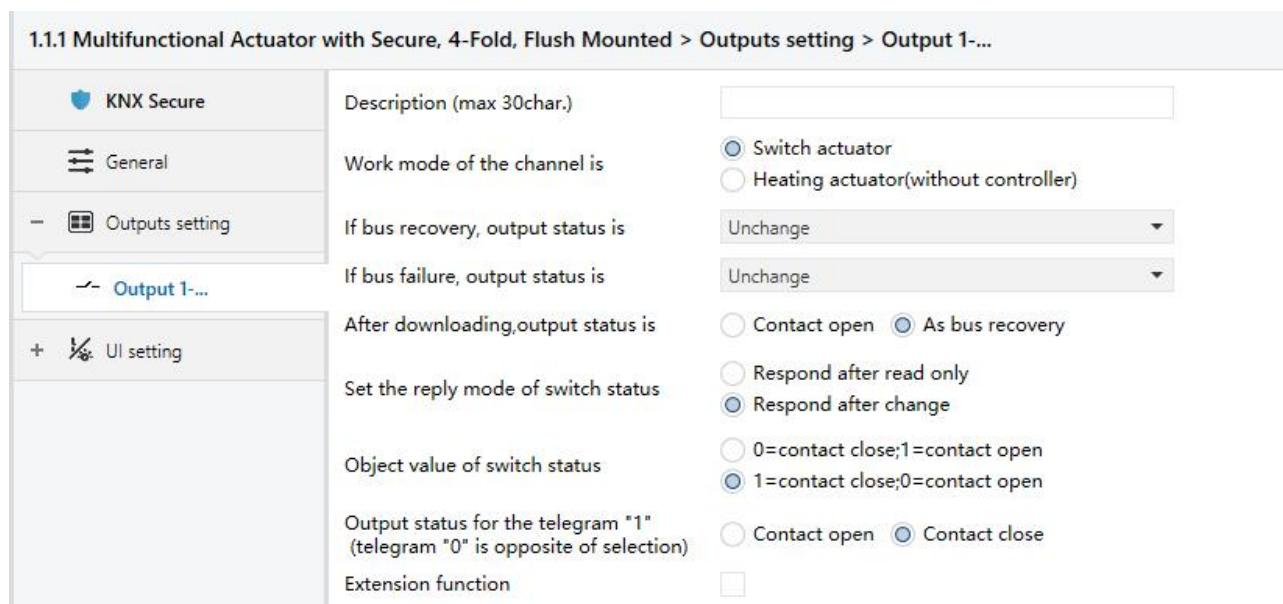

图 4.4.1(1) 参数设置界面 “Output X Switch”
“Output X Switch”参数设置界面如图 4.4.1 (1) 所示。该界面的设置作用于继电器的整个通道，除了设置常用的开关功能，还可设置系统上电和开关状态的报告等。